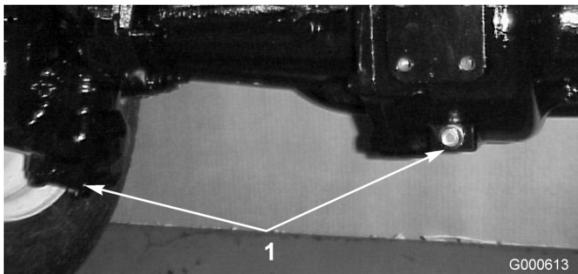

Bild 46
2. Reinigen Sie den Bereich um die drei Ablassschrauben, d. h. jeweils eine an beiden Enden und eine in der Mitte (Bild 46).